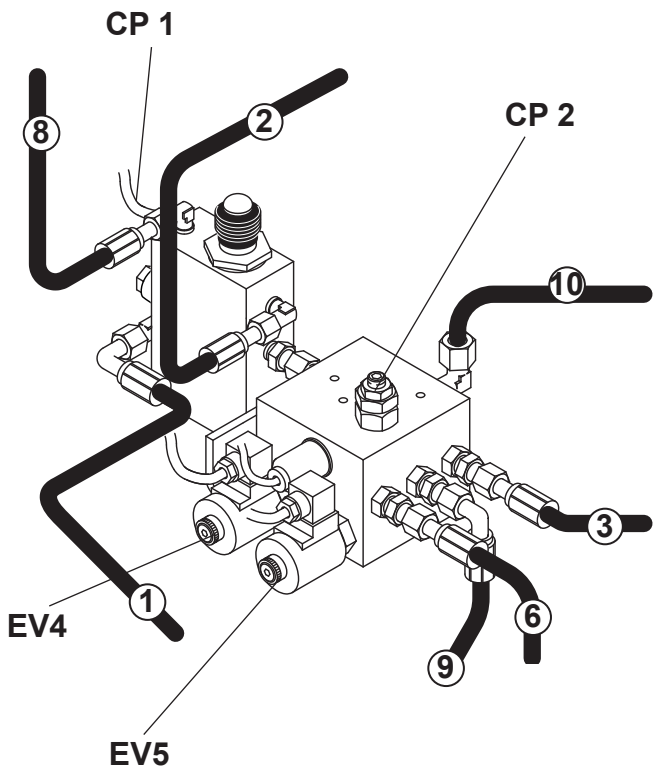

Fig. 14
- Collegare i tubi di drenaggio (4 e 5) alla centralina (11) mediante il tubo (7).
- Riempire il serbatoio (12) con olio ESSO NUTO H32 od equivalente (Qt.).
- Collegare i cavi elettrici presenti centralina alle elettrovalvole EV4-EV5 e ai pressostati CP1-CP2 (fig. 14).
- Connect the drain pipes (4 and 5) to the control unit (11) by means of pipe (7).
- Fill the tank (12) with ESSO NUTO H32 oil or equivalent (Qt.).
- Connect the cables in the control unit to the solenoid valves EV4-EV5, to the pressure gauges CP1-CP2 (fig. 14).
- Ölbehälter (12) leer.
- Die Abflussrohre (4 und 5) mit dem Rohr (7) am Steuergerät anschließen (11).
- Den Tank (12) mit Öl ESSO NUTO H32 oder gleichwertigem füllen (Menge).
- Die im Schaltschrank vorhandenen Kabel an die Elektroventile EV4, EV5, an die Druckwächter CP1, CP2 und die Polung berücksichtigen (fig. 14).
- Réservoir d'huile (12) vide.
- Raccorder les tuyaux de drainage (4 et 5) au pupitre de commande à l'aide du tuyau (7).
- Remplir le réservoir (12) avec de l'huile ESSO NUTO H32 ou avec de l'huile équivalente (Qt).
- Connecter les câbles du pupitre de commande aux électrovalves EV4-EV5, aux pressostats CP1-CP2 (fig. 14).